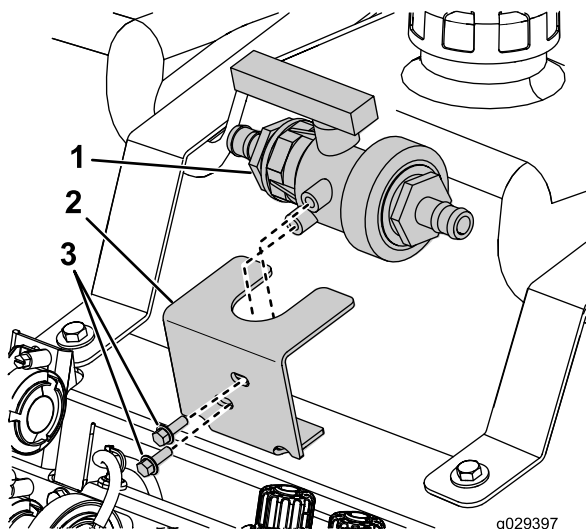

Figura 32
3. Montate la staffa di supporto della valvola sulla guida di supporto della valvola servendovi di 2 bulloni a testa esagonale (5/16 x 1 poll.) e 2 dadi flangiati (5/16 poll.), come illustrato nella Figura 32.
4. Fissate la valvola a sfera alla staffa di supporto della valvola utilizzando 2 bulloni a testa esagonale (5/16 x 3/4 poll.) come illustrato nella Figura 32.